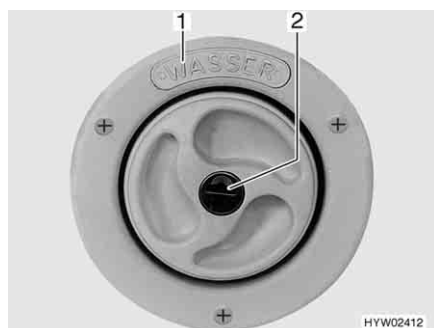
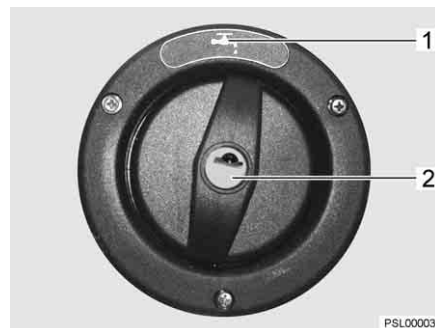

Fig. 31 Coperchio per bocchettone di riempimento dell'acqua potabile
Fig. 32 Coperchio per bocchettone di riempimento dell'acqua potabile (alternativa)
- ▷ Il bocchettone di riempimento dell'acqua potabile è contraddistinto dalla scritta "WASSER" (acqua) (Fig. 31,1) o con il simbolo  (Fig. 32,1).
- Inserire la chiave nel cilindro della serratura (Fig. 31,2 o Fig. 32,2) e ruotare in senso antiorario.